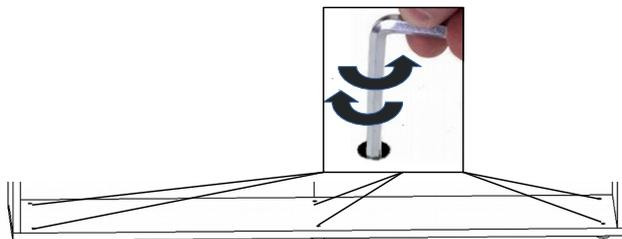

Рис.1.2.1
5) Поднять собранный короб в вертикальное положение. Придвинуть короб кровати вплотную к стене, к которой планировалась его окончательная установка. Приставить вертикально внутри короба кровати строительный уровень. Ориентируясь на его показания, с помощью вращения с помощью ключа Г-образного 4 мм *регулируемых опор* поз.48, добиться вертикальности *боковых панелей* поз.41,42 и касания пола всеми *опорами регулируемые* поз.48 (см.рис.1.2.1). Отверстия, которые видны внутри короба, закрыть заглушками поз. 48В (см.рис.1.2.2).